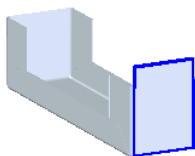
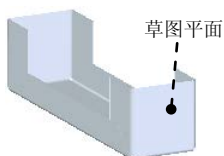

图 8.13.83 平板特征 1
图 8.13.84 草图平面
Step12. 创建图 8.13.83 所示的平板特征 1。
(1) 选择命令。单击“主页”功能选项卡“钣金”工具栏中的“平板”按钮.
(2) 定义特征的截面草图。
① 选取草图平面。选取图 8.13.84 所示的模型表面为草图平面。